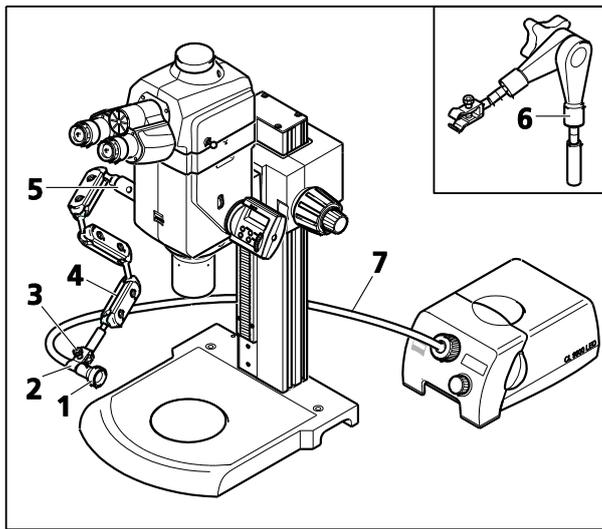

Fig. 19 Montage de la fixation de mise au point avec support d'éclairage
#### Support d'éclairage S (Fig. 19/4)
- Visser le support d'éclairage S (Fig. 19/4) dans le trou taraudé du support/tourelle porte-objectifs, soit directement, soit à l'aide de l'entretoise S (Fig. 19/5), puis serrer. Pour ce faire, insérer la clé à douille SW 3 dans l'orifice de passage du support d'éclairage S ou de l'entretoise.
- Visser fermement la bride S (Fig. 19/2) sur la face inférieure du support d'éclairage S.
- Insérer l'accessoire de mise au point (Fig. 19/1) dans la bride S et le fixer avec la vis moletée (Fig. 19/3).
#### Bras articulé S (Fig. 19/6)